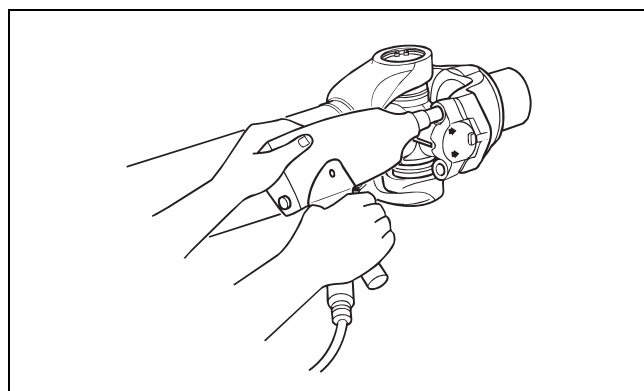

Figure 1
4. Utiliser une douille à douze pans pour desserrer les quatre boulons qui se trouvent à l'extrémité de la ligne d'arbres de transmission devant être réparée. Figure 1.
5. Retirer les boulons. Figure 1